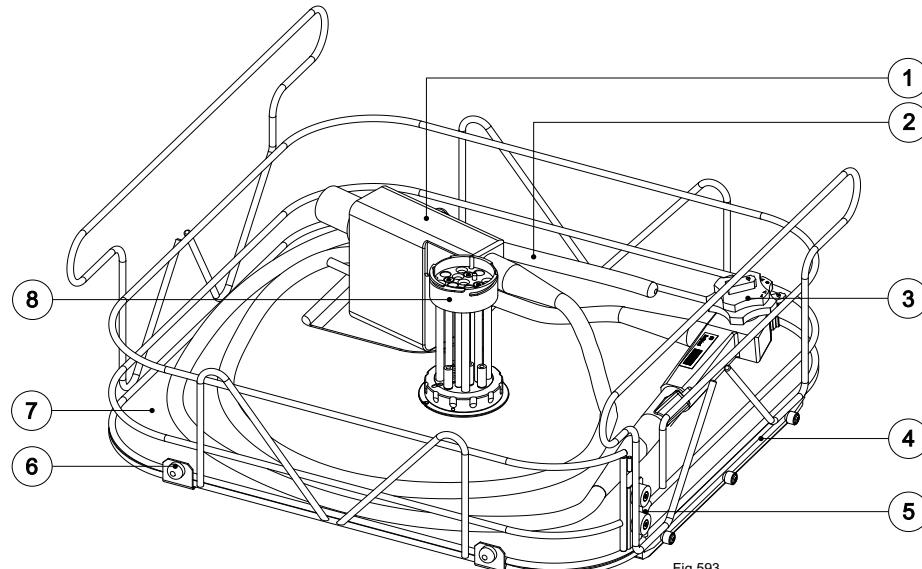

Fig 593
- Versorgungsteil (Fig. 593 Pos.1) in die Vertiefung des Endowagen einlegen